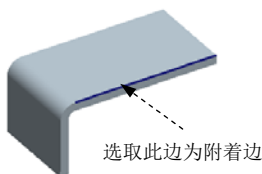

图 11.4.72 定义附着边
Step3. 选取附着边。系统  的提示下, 选取图 11.4.72 所示的模型边线。
(1) 在操控板中单击 **止裂槽** 按钮, 在系统弹出的界面中, 接受系统默认的“止裂槽类别”为 **折弯止裂槽**, 并选中 ☒ 单独定义每侧 复选框。
(2) 定义侧 1 止裂槽。选中 ☒ 侧 1 单选项, 在 **类型** 下拉列表框中选择 **矩形** 选项, 止裂槽的深度及宽度尺寸采用默认值。